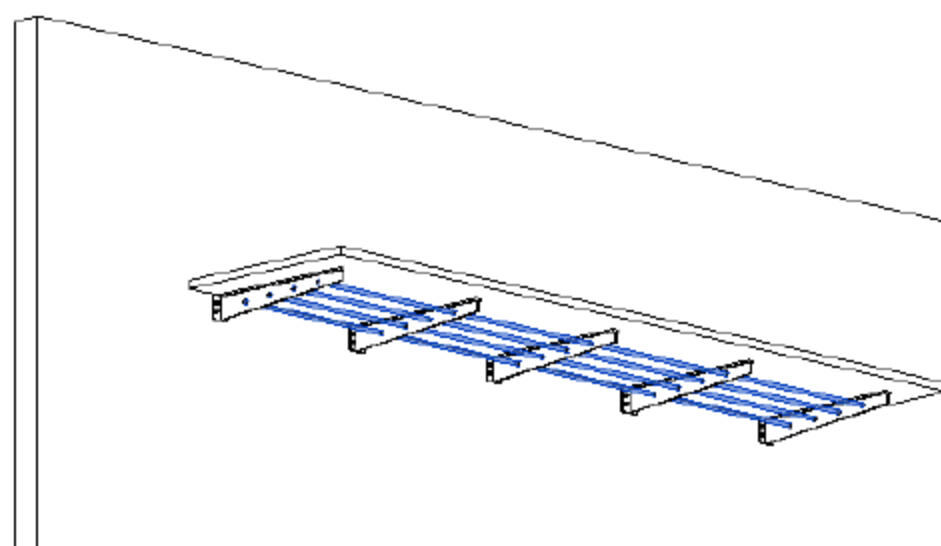

图 8.1.26 绘制出连接构件
(7) 在“放置边”立面视图中按快捷键 D+I，测量连接构件的长度，计算并编辑其“拉伸起点”和“拉伸终点”的数值。
(8) 编辑可见性并添加材质。首先选中“连接构件”图元，在“属性”面板中编辑“可见性/图形替换”选项，取消“平面/天花板平面视图”复选框的选择，单击“确定”按钮。其次，添加“连接构件”的材质，选择或添加“不锈钢”类型，单击“确定”按钮。
(9) 根据连接构件需要的数量，借助辅助线，选择“拷贝”命令复制构件，如图 8.1.26 所示。